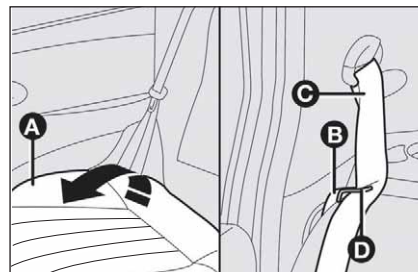

fig. 105
- ☐ verificare che ciascuno dei due nastri **C-fig. 105** delle cinture di sicurezza laterali sia inserito nella rispettiva linguetta di guida cintura **D**;